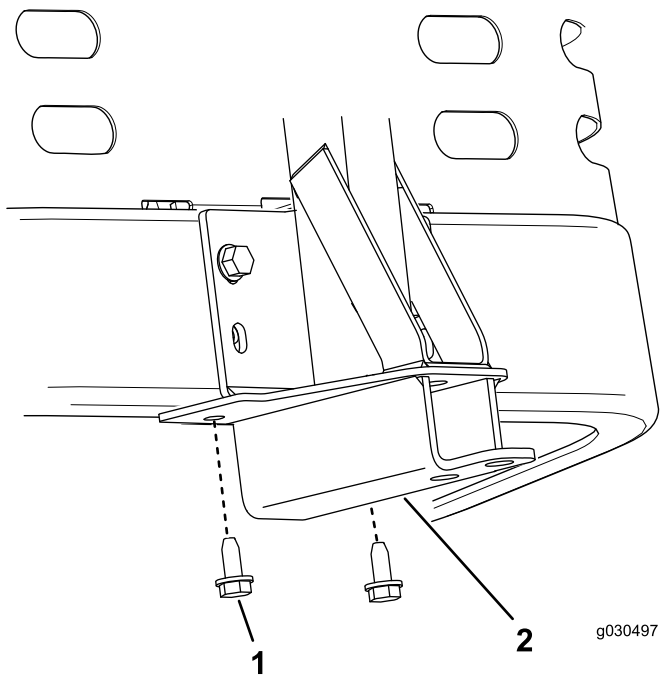

Figura 16
- Assicurate il telaio del perno alla parte inferiore del telaio della macchina utilizzando 2 viti autofilettanti (5/16 x 3/4"), come illustrato nella Figura 16.